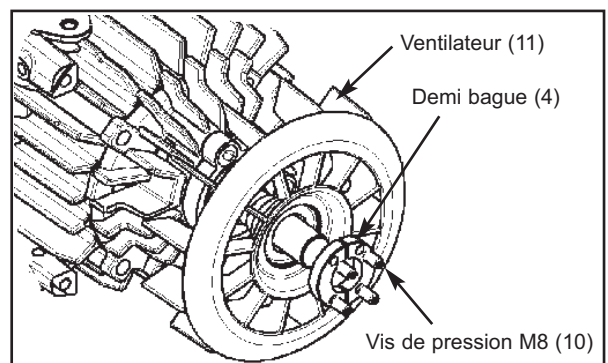

Figure 28
6. Fixez les ventilateurs (11) et les demi-bagues (4) avec les vis de pression M8 (10) enduites de Loctite® 243*. Serrez les vis de pression au couple de 11 lbs ft (15 Nm) ; voir la figure 28.